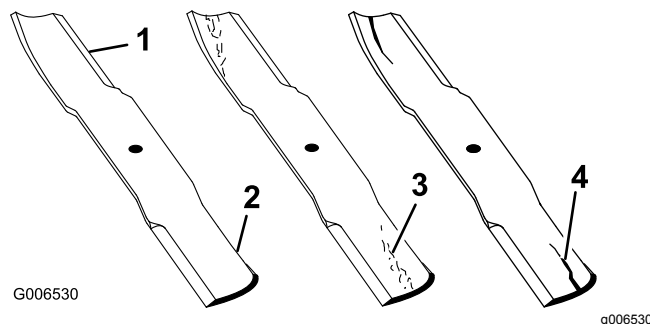

Figura 70
2. Inspeção das extremidades de corte (Figura 70).
4. Inspeção das lâminas, especialmente a área curva (Figura 70).
5. Se verificar quaisquer danos, desgaste, ou a formação de ranhuras nesta área (Figura 70), instale imediatamente uma lâmina nova.